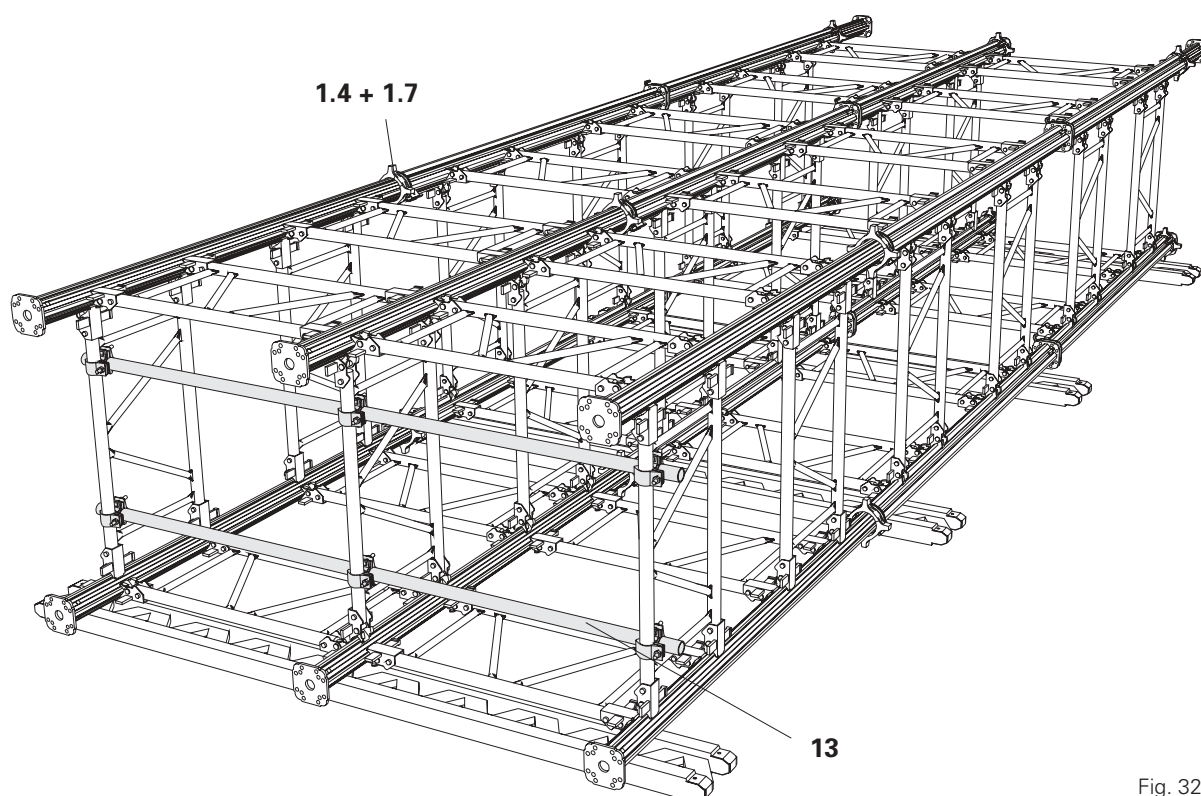

Fig. 32
- Der skal monteres stilladsrør **13** under rammerørene på den øverste ramme til kranophænget. Fig. 32.